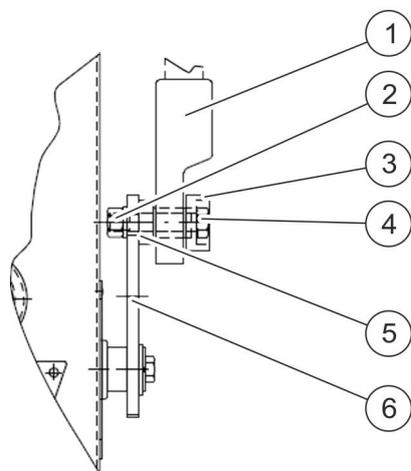

Abb. 27: Gestänge montieren
2. ➔ Verbindung zwischen dem Stellhebel (Abb. 27/6) am Schalterferntrieb und dem unteren Abschnitt der Kraft-Weg-Übertragungseinrichtung (Abb. 27/1) lösen.